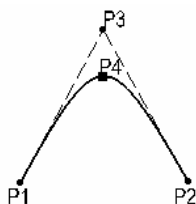

图 2-106
- 与两条相交直线相切的曲线：单击 与 图标，依次输入点 P1~P3，确定直线，其中 P1、P2 为曲线的起点和终点，P3 为两直线的交点。再输入点 P4，P4 为经过曲线的一点。这样即可确定曲线，如图 2-106 所示。